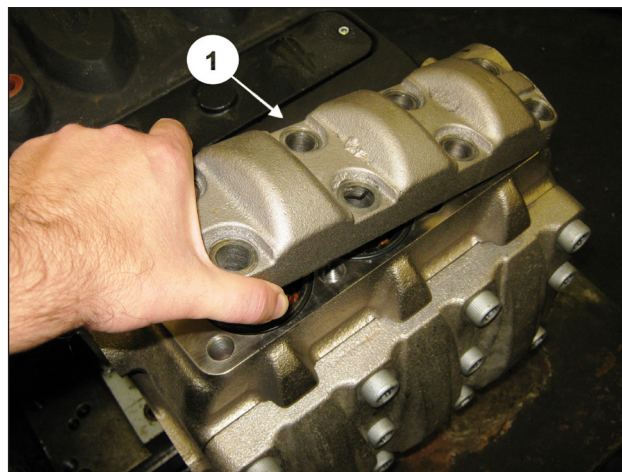
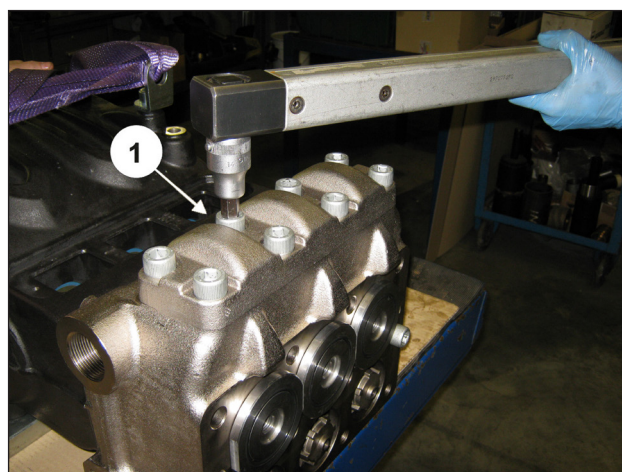

Fig. 147
Fig. 148
Após ter terminado a montagem dos grupos da válvula de descarga, aplique a tampa das válvulas de descarga (pos. ①, Fig. 147) e aperte os 8 parafusos M16x45 (pos. ①, Fig. 148) como indicado no capítulo 3 CALIBRAGEM DE APERTO DOS PARAFUSOS.